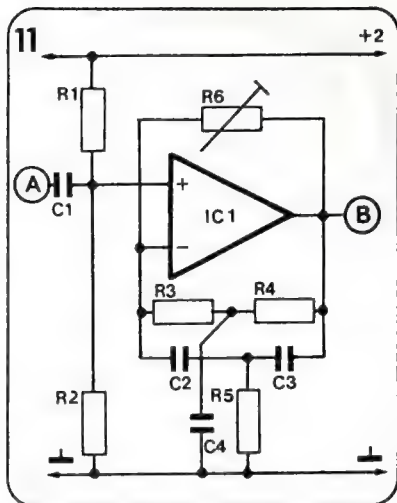

Bild 11. Der selektive Verstärker besteht aus einem OpAmp (IC1) mit Doppel-T-Filter.
Der erste Verstärkerblock (Bild 11) besteht aus einem mit IC aufgebauten Operationsverstärker (OpAmp). Ein Netzwerk in der Rückkopplungsleitung vom Ausgang (B) zum invertierenden (negativen) Eingang sorgt für die selektive Eigenschaft des Verstärkers; nur
Über den Koppelkondensator C1 gelangt das zu verstärkende Rechtecksignal auf den Verstärkereingang (vergl. Punkt A, Bild 10 und Bild 11).